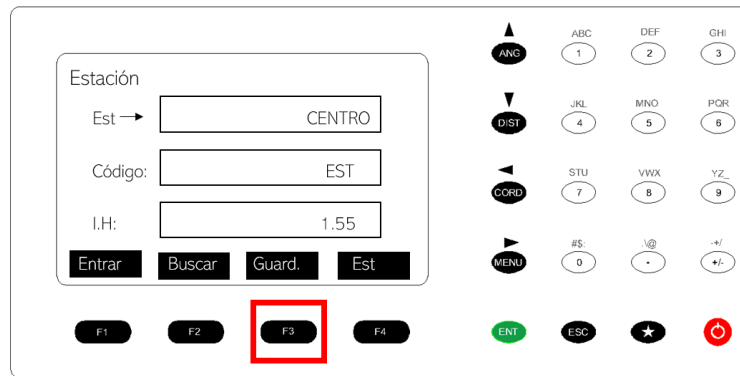

Figura 93. Guardado de las coordenadas.
23. Presionar F3 Guard. Figura 93.